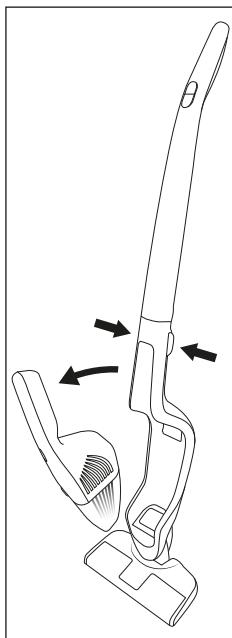

Fig. 3
- Tag motordelen **3** ud af fordybningen til motordelen **13** oppefra/forfra (fig. 3).